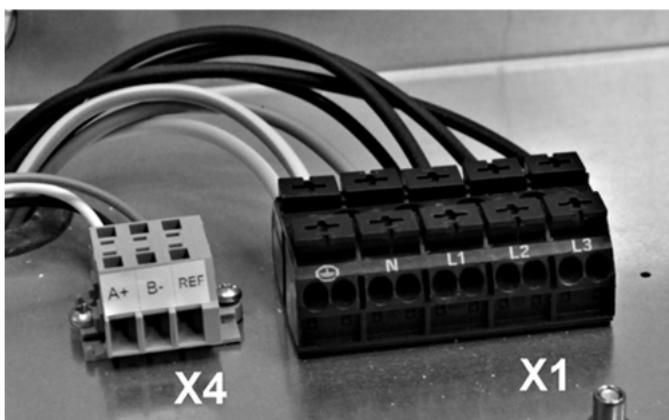

Abb. 15: Detailansicht Klemmleisten X1 und X4
- Nehmen Sie die elektrischen Anschlüsse gem. der Abb. 15 und dem Stromlaufplan auf Seite 15 vor.